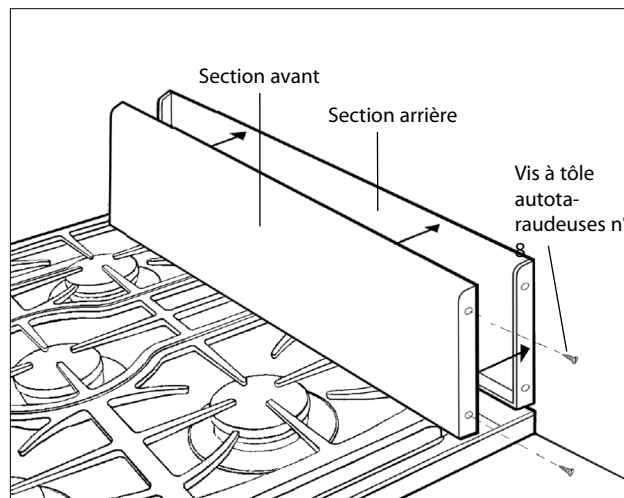

Fig.02
3. Fixez la section avant du dossierer à la section arrière à l'aide des vis à tête autotaraudeuses n° 8 fournies (fig. 02).